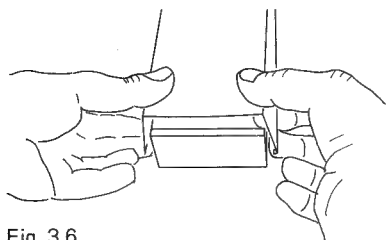

Fig. 3.6
- Gemäss Fig. 3.6 die Tonarmführung in die Ruhelage stellen, in die Seitenbleche eingreifen, leicht nach aussen drücken und die Haube vorsichtig nach oben abheben.
- Swivel tonearm support to its rest position. As shown in fig. 3.6, reach under the side parts of the cover and by gently prying them outwards, lift the cover away from the arm.
- Mettez le guide du bras de lecture en position de repos, et comme l'indique l'illustration fig. 3.6, sortez le capot du bras de lecture par le haut avec précaution, en écartant légèrement ses côtés.